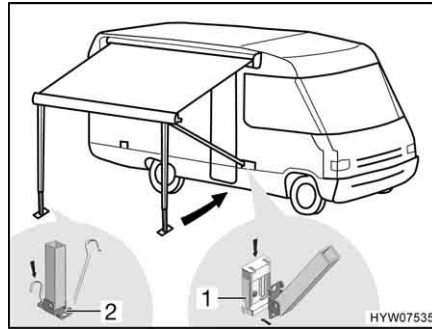

Bild 56 Stützfüße befestigen
- Die Stützfüße in die Halter (Bild 56,1) am Fahrzeug einklemmen bzw. mit Heringen am Boden befestigen (Bild 56,2).